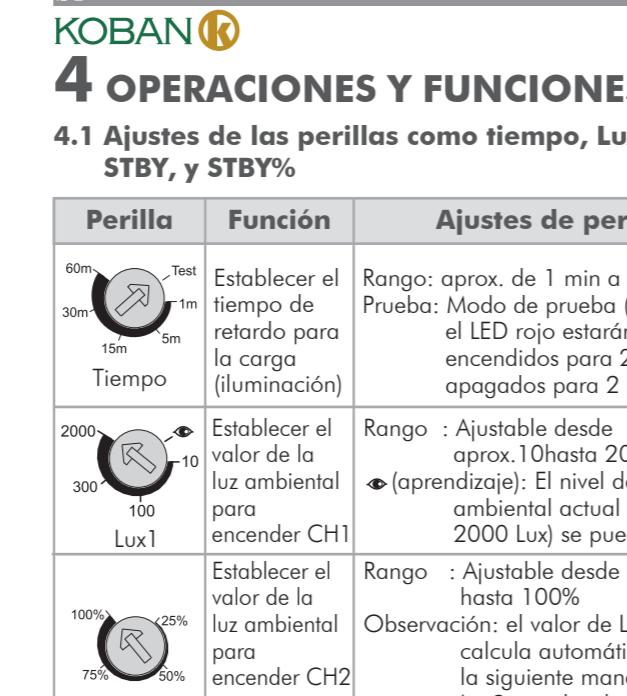

FIG.14
3.4.3.3 Elija los orificios ciegos adecuados para fijar la caja de conexiones sobre la superficie del tablero del techo con 2 tornillos de madera unidos con la arandela de goma (iluminación) (Ver FIG.14).